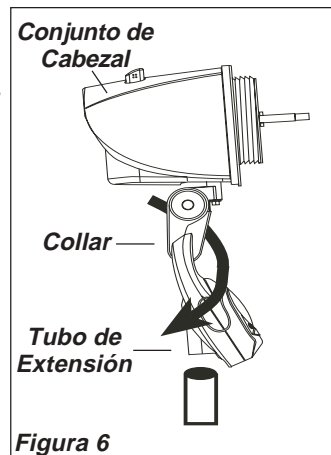

Figura 6
1. Coloque el **Conjunto de Cabezal** con el **Collar** en el **Tubo de Extensión**. **(Figura 6)**